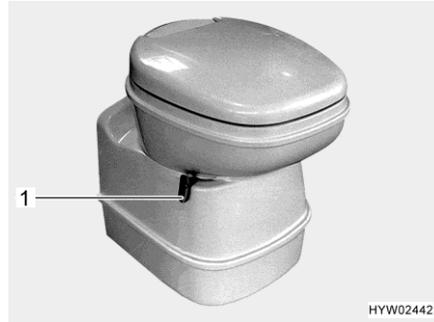
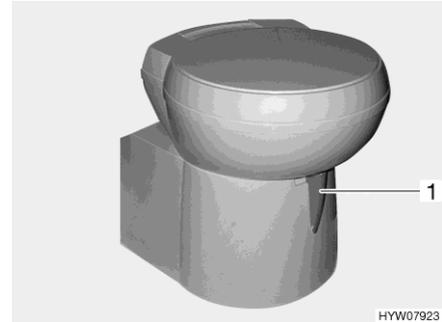

Fig. 199 Taza del inodoro Thetford, basculable
Fig. 200 Taza del inodoro Thetford, basculable (alternativa)
- Antes del lavado, abrir la corredera del inodoro Thetford. Para ello, empujar la palanca de corredera (Fig. 199,1 ó Fig. 200,1) en sentido contrario a las agujas del reloj.